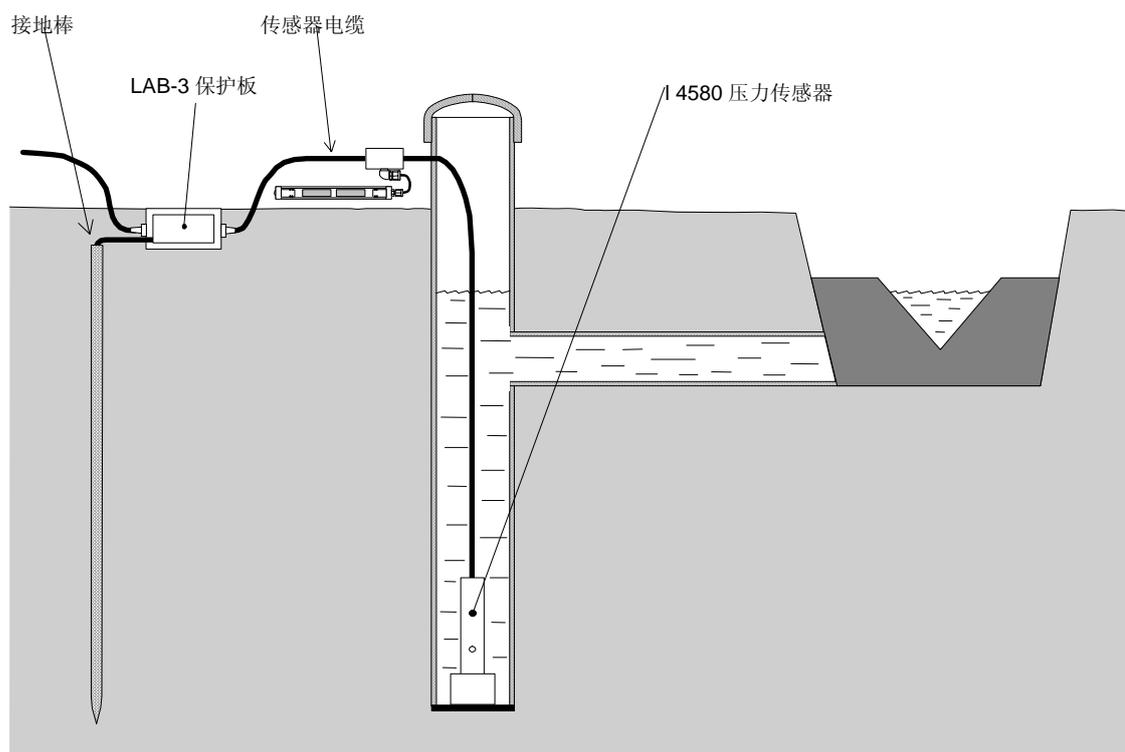

图 4 - 雷击保护配置图
- 3) 实践证明，采用LAB-3雷击保护板时应将其接入电缆并应尽可能靠近传感器安装（见图4），是防雷击的有效措施。
为使振弦式传感器减少温度的影响，一定要小心选择材料，然而大多数元件仍有很小的温度系数。在给出的率定表（图4）中查询，可得到一个给出的传感器的系数。